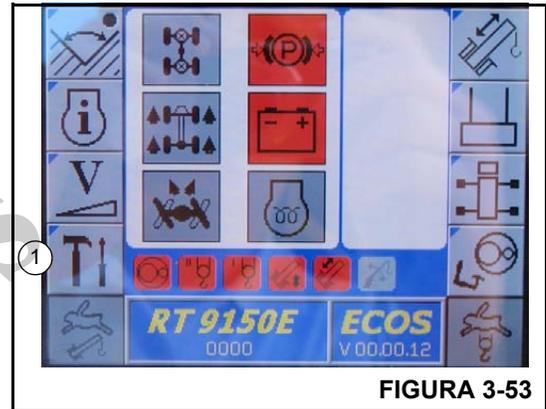

FIGURA 3-53
1. Se necessário, no mostrador do ECOS, abra o menu principal e pressione o botão F4 (1) (Figura 3-53) uma vez.